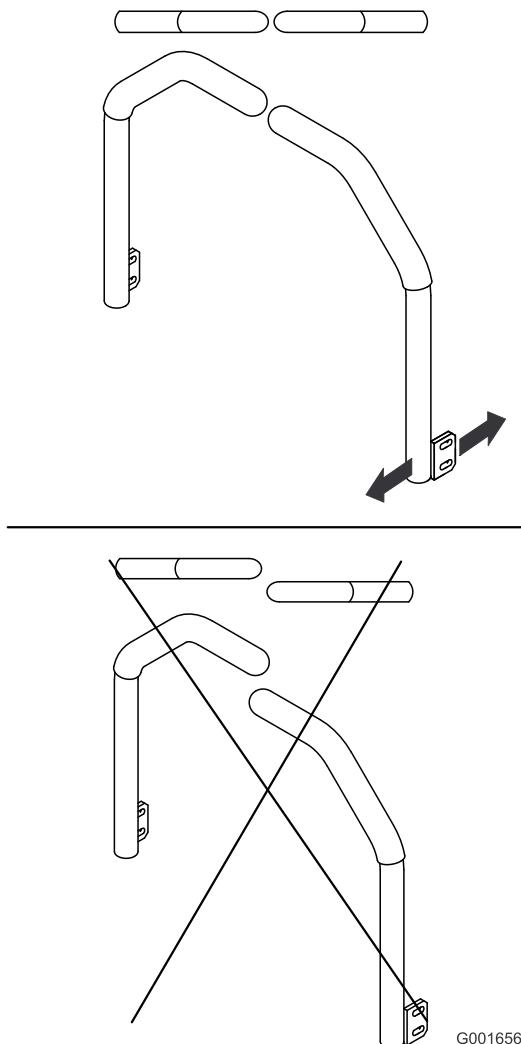

Figure 94
5. Réglez les leviers de commande de sorte à les aligner et serrez les boulons de fixation des leviers aux montants (Figure 94).